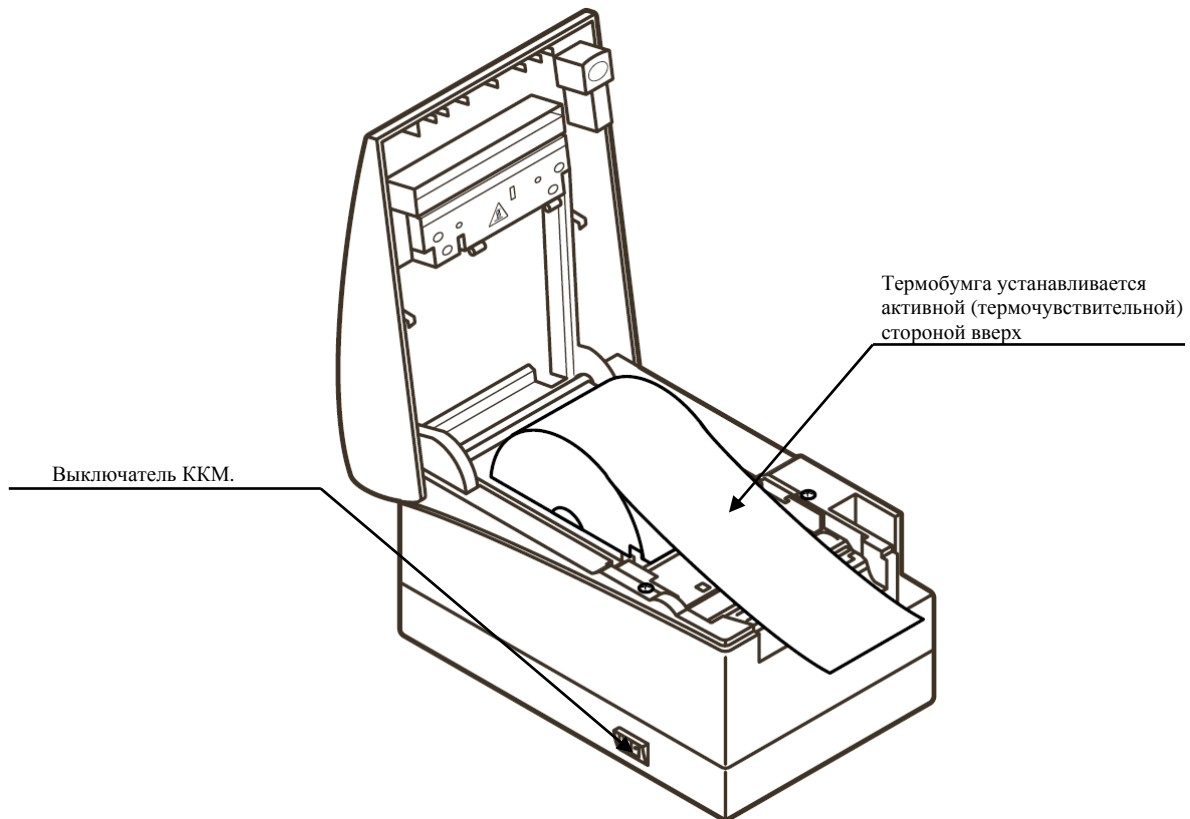

Рисунок 20 – Заправка бумаги в ККМ.
- 2.5.5. Установите рулон бумаги (см. рис. 20).
2.6.1. Установите рулон бумаги (см. рис. 20).